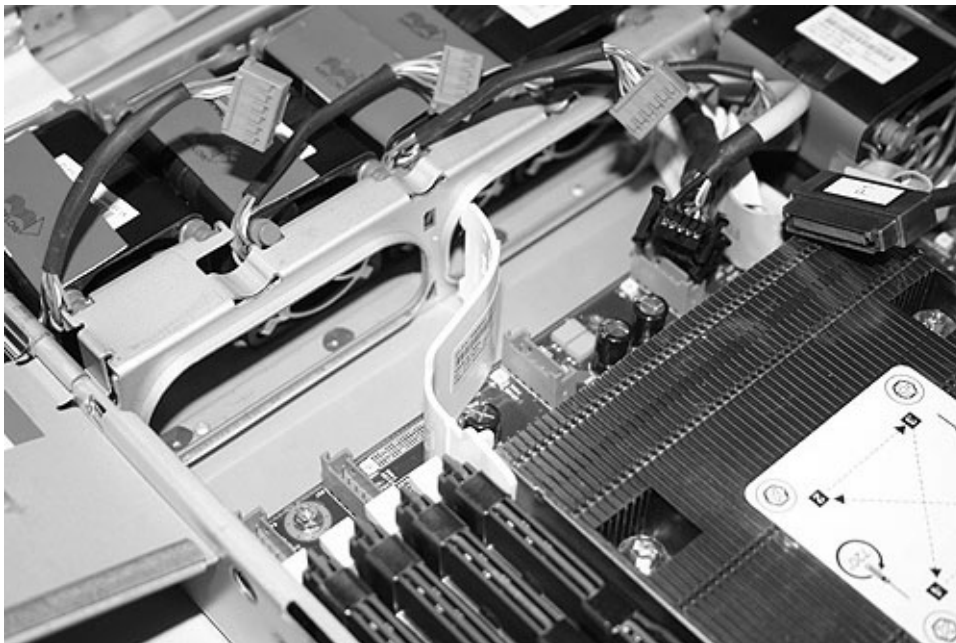

図 285. SAN ボリューム・コントローラー 2145-8G4 システム・ボードの右のエア・バッフル
11. 右側エア・バッフルを取り外します (図 285 を参照)。最初に、エア・バッフルを右方に引いてから、コネクタを装置の後方に押し、サポート・レールから解放します。次に、バッフルを前方に引いてから上方に引き上げて、クリップをシステム・ボードから解放します。最後にバッフルを持ち上げて外します。